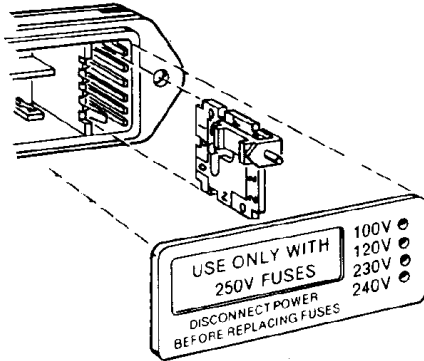

Figura 4. Cambio del voltaje de la fuente principal de alimentación.
- La tarjeta selectora de voltaje es una tarjeta de circuito pequeña equipada con un pasador indicador blanco de plástico, instalado en el lado derecho del módulo de entrada de energía, tal como se muestra en la Figura 4. Tire de la tarjeta selectora de voltaje recto hacia fuera